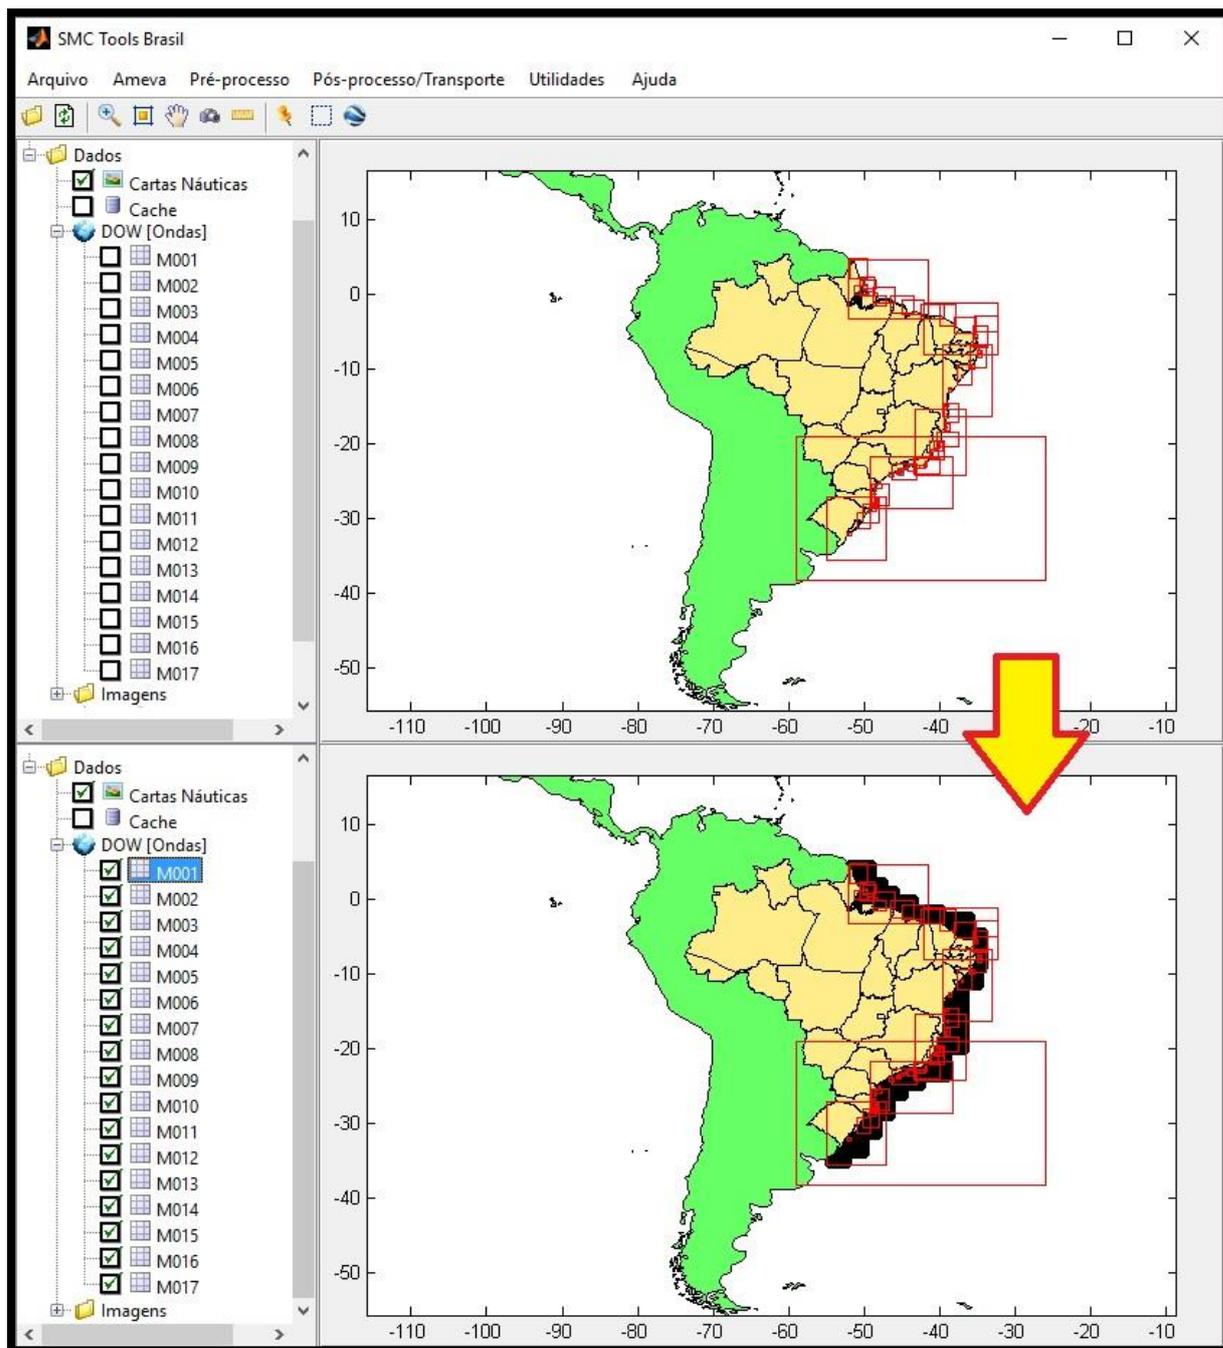

Figura 9 – Base de dados de ondas, pontos DOW.
- 16) Na pasta "Dados" abrir a subpasta "DOW" que contém a informação da base de dados de ondas. Nesta pasta é possível observar uma lista com cada uma das malhas contendo informações de uma série de pontos da base de dados de ondas. As bases de dados de ondas foram divididas por zonas, gerando assim 17 malhas para toda a costa brasileira. Para poder visualizar os pontos (denominados DOW) na interface gráfica deve-se ativar cada malha como na Figura 9. Quanto mais se é aproximado de uma área de interesse melhor será a resolução visual destes pontos;